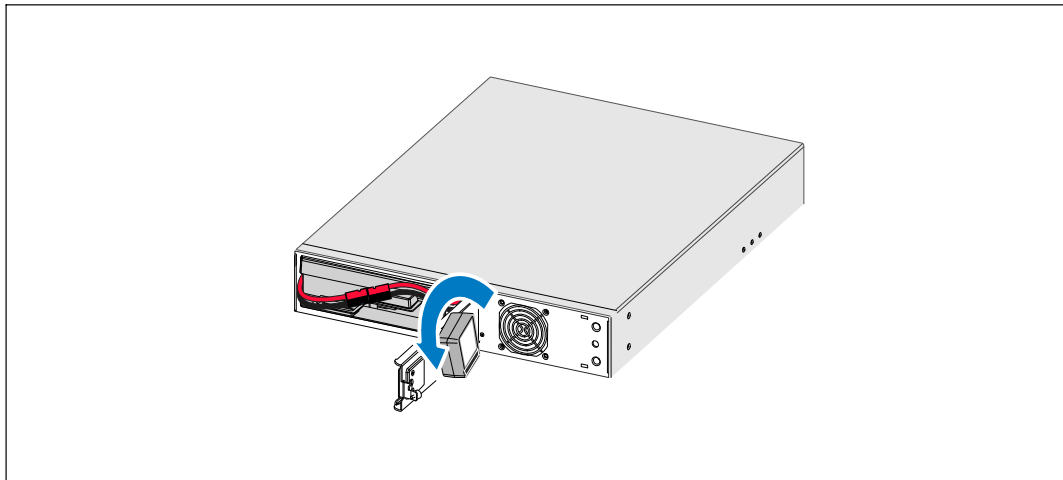

図 22. UPSコントロールパネルの方向の調整方法
- 4 コントロールパネルを90°左回りに回転させます（図 22を参照）。